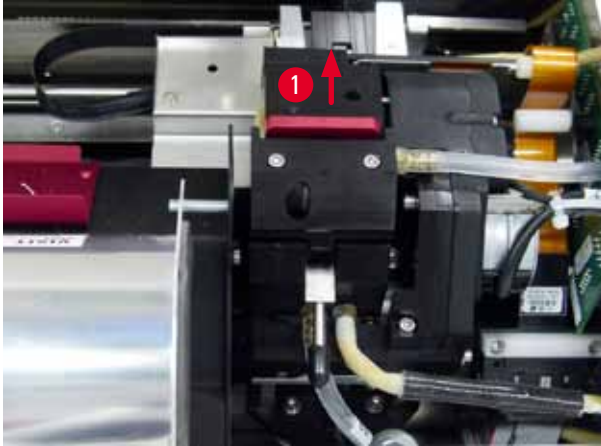

Fig. 49
2. Skrivarhuvudet (→ "Fig. 49-1") förflyttas uppåt och stannar cirka 1 cm från tätningssläppen (→ "Fig. 49").